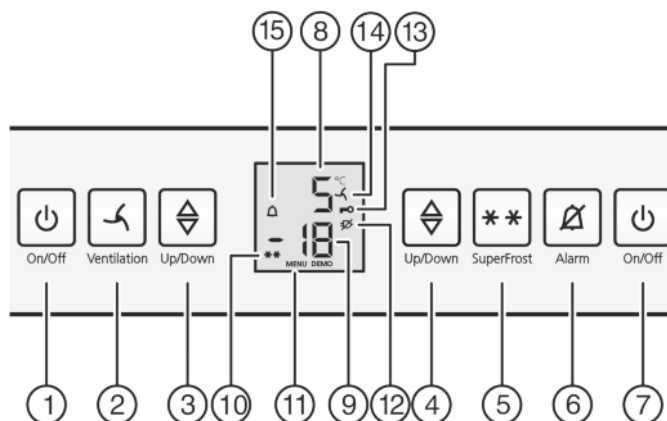

Fig. 2
- ▶ Apăsați tasta On/Off a congelatorului Fig. 2 (7).
- ▶ Apăsați tasta On/Off a frigiderului Fig. 2 (1).
- ▶ Activarea modului de reglare: Apăsați tasta SuperFrost Fig. 2 (5) timp de cca. 5 secunde.
- ▷ Pe afișaj apare simbolul Meniu Fig. 2 (11).
- ▶ Confirmați printr-o scurtă apăsare a tastei SuperFrost Fig. 2 (5).
- ▷ Simbolul protecției pentru copii Fig. 2 (13) se aprinde pe afișaj.
- ▶ Apăsați scurt tasta On/Off a congelatorului Fig. 2 (7).
- ▷ Simbolul protecției pentru copii Fig. 2 (13) se stinge.
- ▶ Apăsați tasta Alarm Fig. 2 (6).
Totodată clipește și indicatorul de temperatură și simbolul Alarm Fig. 2 (15).
Avertizorul acustic este dezactivat automat, simbolul Alarm Fig. 2 (15) se stinge și indicatorul de temperatură încetează să mai clipească, atunci când temperatura revine la o valoare suficient de scăzută.